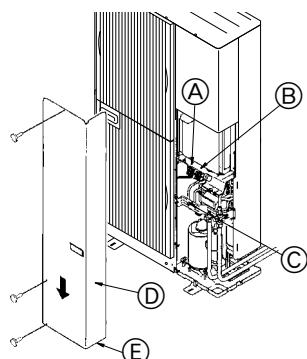

Fig. 7-1
7.1. Utomhusenhet (Fig. 7-1)
① Ta bort servicepanelen.
② Anslut kablarna enligt Fig. 7-1.